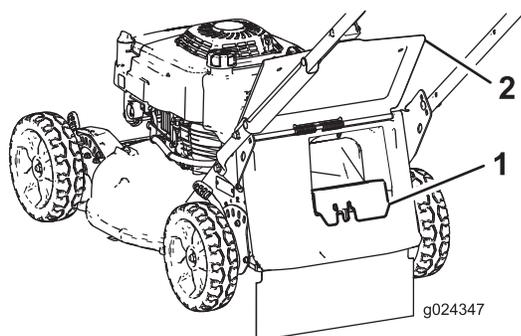

Bild 17
- Wenn die Heckauswurfklappe nicht eingesetzt ist, fassen Sie sie am Griff an, heben Sie die Heckklappe an und setzen sie in den Heckauswurfkanal ein, bis der Riegel einrastet (Bild 17).
1. Heckklappe 3. Kerbe (2)
2. Fangkorbstangenende (2) 4. Fangkorb
3. Drücken Sie zum Entfernen der Heckauswurfklappe mit dem Daumen auf den Riegel und ziehen die Klappe aus der Maschine (Bild 17).